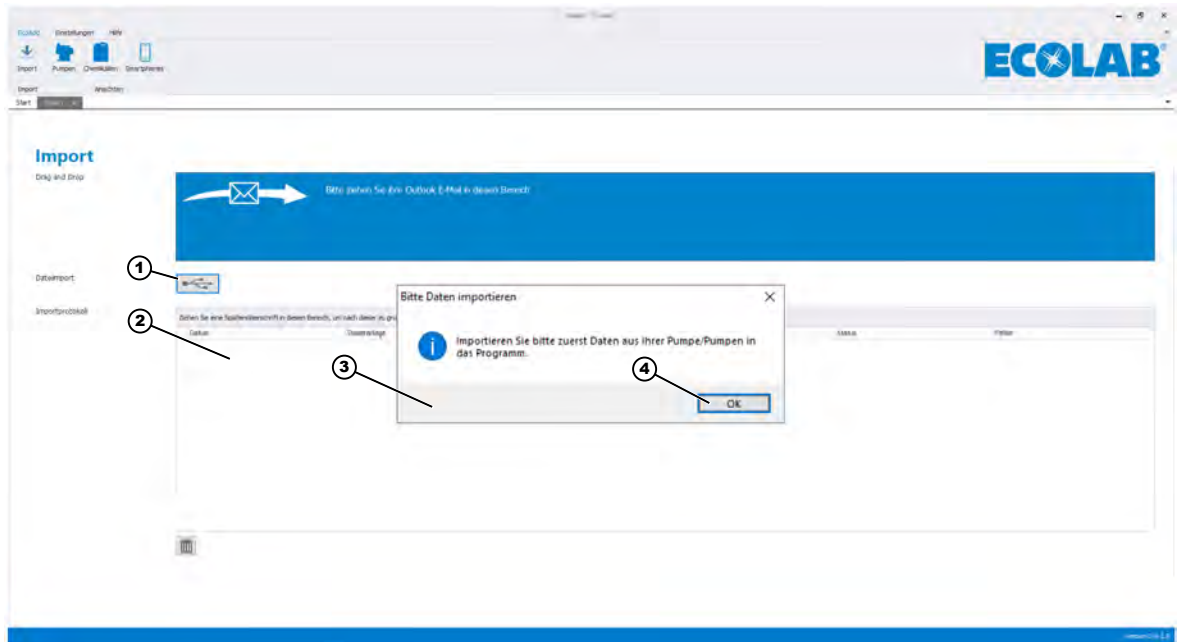

Abb. 5: USB-Importfunktion
- 2.** In der Import-Seite der Softwareübersicht Abb. 5, Pos. 1 sehen Sie das USB-Symbol . Klicken Sie das Symbol an.
- 7.** Die tabellarische Darstellung der importierten Daten, das so genannte Importprotokoll (Abb. 5, Pos. 2) füllt sich auf. Zeitgleich werden Sie aufgefordert „Dosieranlagen und Pumpen“ anzulegen" (Abb. 5, Pos. 3).
- 8.** Bestätigen Sie das Hinweis-Fenster durch Klick auf [OK] (Abb. 5, Pos. 4).